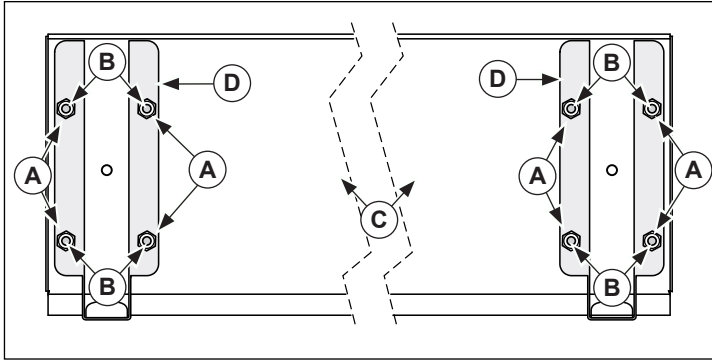

Figure 5. Installation de la planche à découper et des supports
1. Tournez le dessus de planche à découper (C) de manière à exposer les écrous à souder (B). Voir la figure 5.